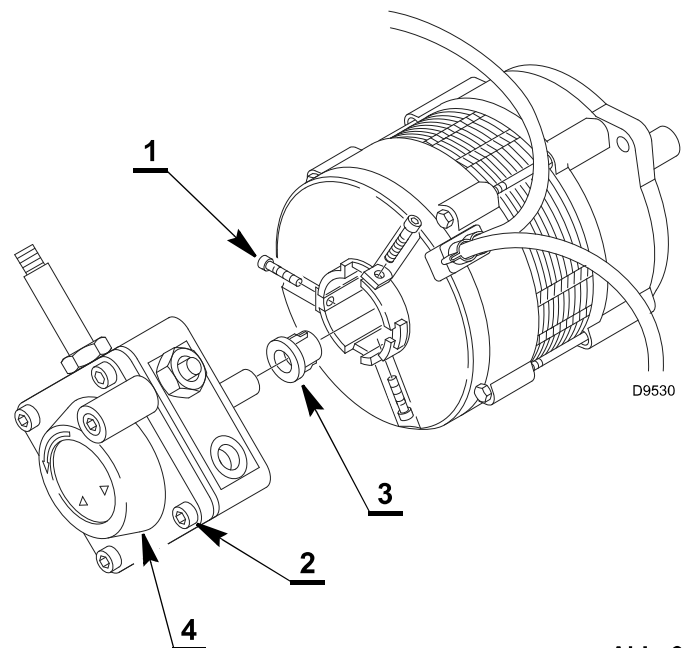

Abb. 6
- Die Pumpe zu befestigen, indem die 3 Schrauben 1) (Abb. 6) gleichmäßig festgezogen werden. Das empfohlene Anzugsmoment beträgt 3 $\pm$ 0,3 Nm.
- Lockern und entfernen Sie die 4 Befestigungsschrauben 2) (Abb. 6) des Deckels 4) und prüfen Sie den Zustand des Brennstofffilters. Bei Vorhandensein von Schmutzspuren auf der Innenseite des Pumpenkörpers, auf dem Deckel oder am Filter ist es wahrscheinlich, dass der Brennstofftank und die zugehörigen Leitungen verschmutzt sind. Somit sind Korrekturmaßnahmen erforderlich (Reinigung).